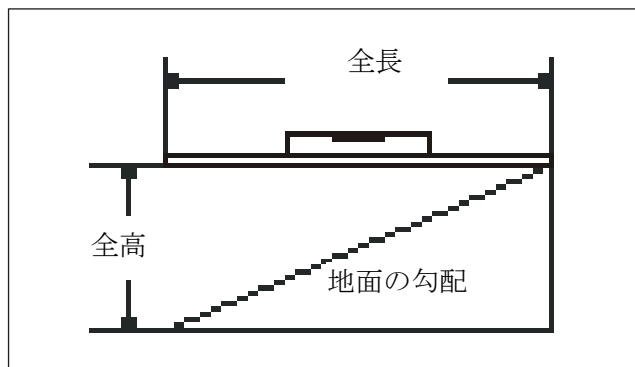

図 8.6-勾配のパーセント値の計算
2. 勾配の下側の端部を持ち、2×4 材に乗せた水準器が水平になる位置まで 2×4 材を上げます（図 8.6 を参照）。